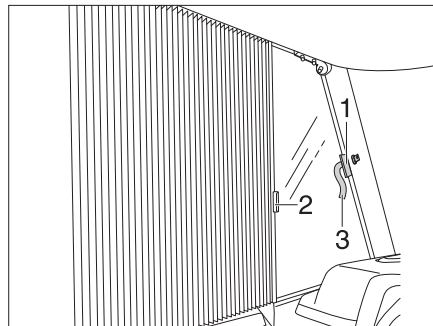

Fig. 65 Estor plegable de la ventana del conductor y la ventana del acompañante
- Abrir el cierre de velcro de cada lado de los lazos de seguridad (Fig. 65,3).
- Sujetar el estor plegable de los tiradores (Fig. 65,1 y 2) de manera consecutiva y empujarlos cuidadosamente, hasta que el cierre magnético mantenga cerrado el estor plegable.
- Regresar cuidadosamente los estores plegables con los tiradores (Fig. 65,1 y 2).
- Asegurar el estor plegable con el cierre de velcro del lazo de seguridad (Fig. 65,3).